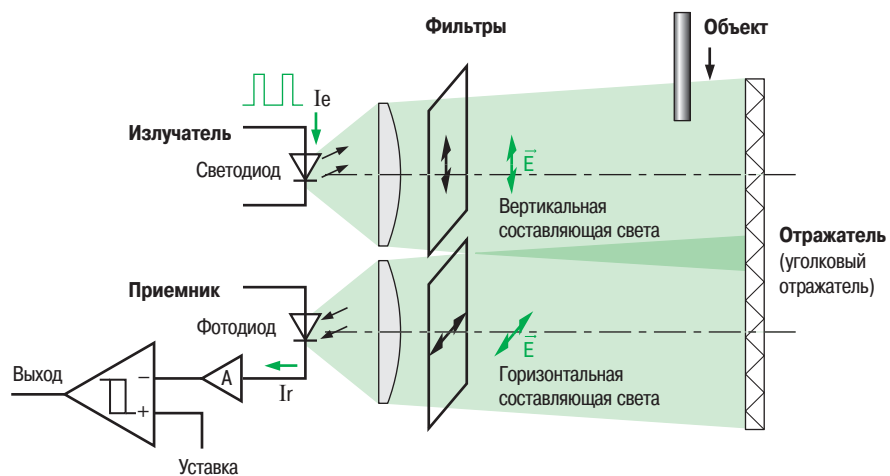

Рис. 17: Принцип обнаружения в системе поляризованного отражения
■ Поляризованное отражение (см. Рис. 17)